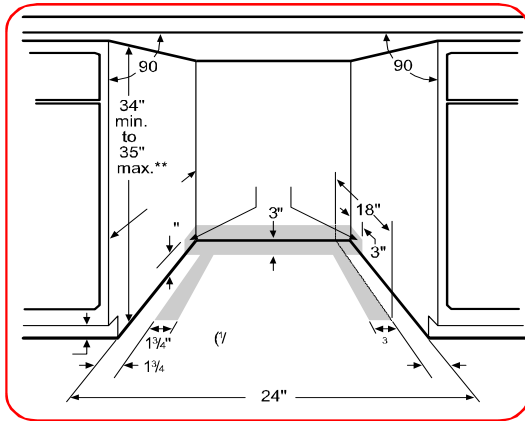

Figure 2
**IMPORTANT :** Pour assurer le fonctionnement approprié de l'appareil ainsi qu'un aspect soigné, l'ouverture de l'armoire doit avoir les dimensions indiquées sur la figure 2. Si vous devez placer l'appareil dans un coin, laissez un dégagement d'au moins 5,1 cm (2 po) sur les côtés pour permettre l'ouverture de la porte.
L'installation des fils électriques, de la conduite d'eau et du tuyau de vidange doit être limitée aux zones ombrées indiquées sur la figure 2. Sinon, ces dispositifs pourraient s'endommager. Le non-respect de ces instructions pourrait causer des incendies ou provoquer des décharges électriques.
2. Les conduites, les fils et les raccordements doivent tous être acheminés dans la zone ombrée indiquée sur la figure 2.
3. Coupez des trous d'accès pour la conduite d'alimentation en eau, le tuyau de vidange et les fils électriques dans la zone ombrée de la figure 2.